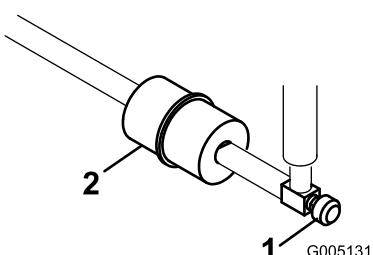

Figure 38
Le filtre à carburant est incorporé dans la conduite d'alimentation, entre le réservoir de carburant et le carburateur (Figure 38). Remplacez le filtre toutes les 800 heures de service, ou plus tôt si le débit de carburant limité. Vérifiez que la flèche qui se trouve sur le filtre pointe bien dans la direction opposée au réservoir de carburant.
2. Placez un bac de vidange sous le filtre, desserrez l'autre collier de flexible et déposez le filtre (Figure 38).